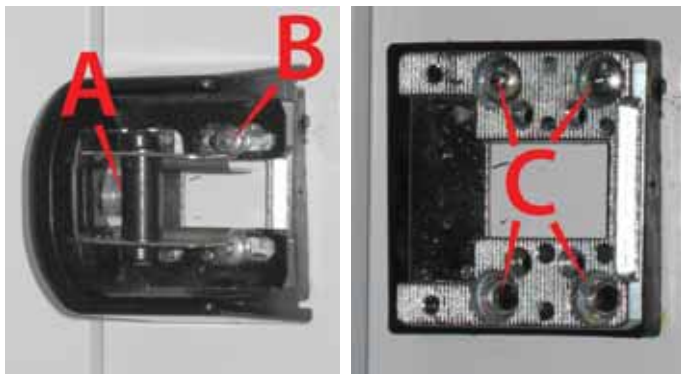

Abb.12 Zusammenbau des Türverschluss-Schliesskloben
**Entfernen und Neuinstallation des Schliesskloben (Abb.12):**